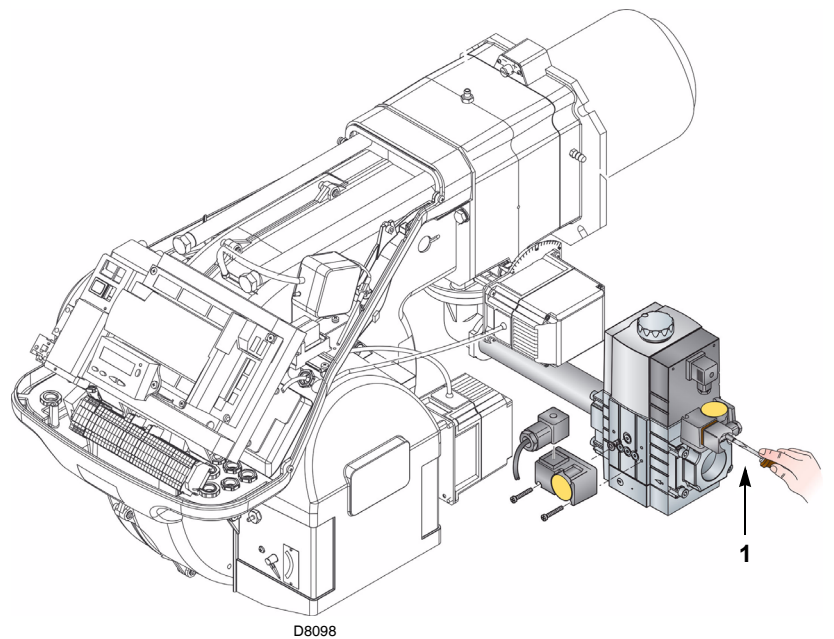

Fig. 27
- Controlar la presión de la alimentación de gas conectando un manómetro en la toma de presión 1) (Fig. 27) del presostato gas de mínima: debe ser inferior a la presión máxima permitida de la rampa de gas, que figura en la placa de características.
- Purgar el aire de la tubería de la rampa de gas conectando un tubo de plástico en la toma de presión 1) (Fig. 27) del presostato gas de mínima. Llevar hacia el exterior del edificio el tubo del purgado, hasta que se huelga el gas.